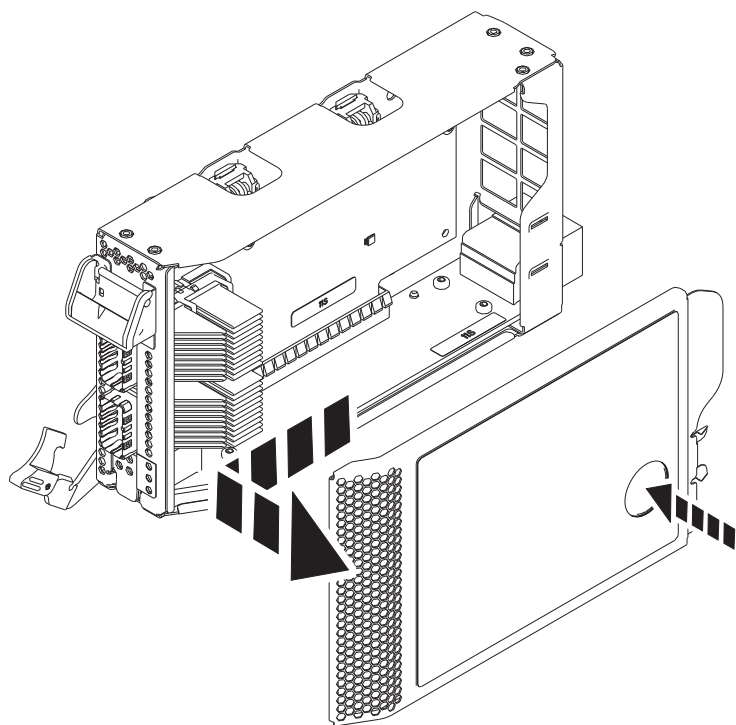

Figure 3. Retrait du couvercle de la cassette de cartes PCIe
- a. Appuyez sur le bouton de couleur ocre sur le couvercle de la cassette, comme illustré dans la figure 3, pour dégager le couvercle de la cassette.